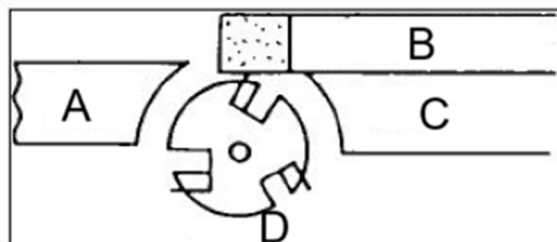

Figura 22
3. Para proteger a mesa de alimentação contra arranhões, cubra parcialmente a pedra de afiar com papel (Figura 22).